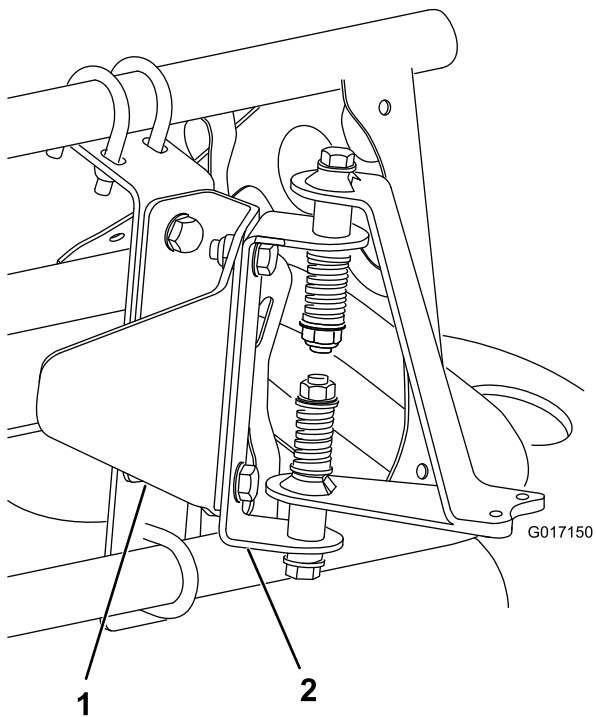
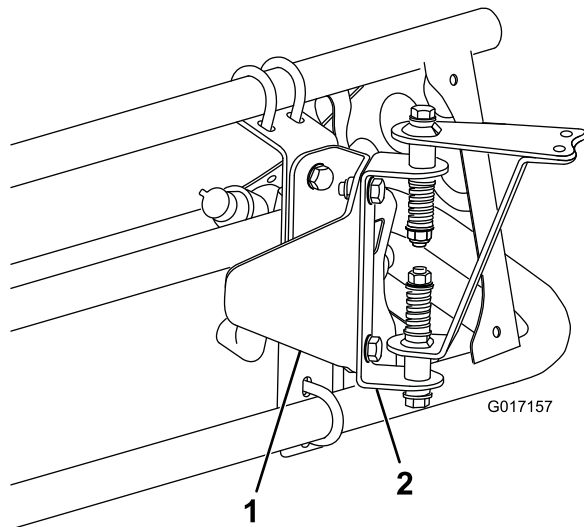

Figure 8
Figure 9
3. Posez les pièces de montage du capteur sur le support de protection avec 2 boulons (5/16 x 3/4") et 2 contre-écrous (5/16"), comme illustré à la Figure 8 (pour une rampe couverte) ou la Figure 9 (pour une rampe découverte).